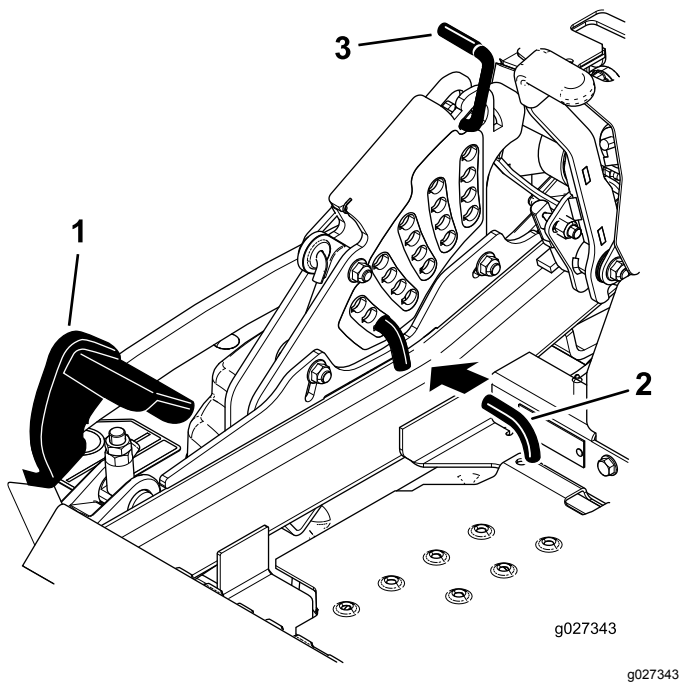

Bild 95
5. Treten Sie das Mähwerkhubpedal ganz durch, damit das Mähwerk in der 14-cm-Transportstellung einrastet (**Bild 95**).